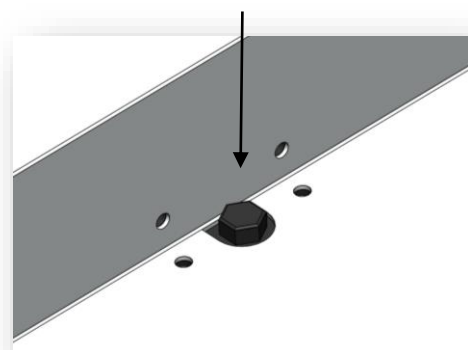

Рис.3
7. Отрегулировать резиновые упоры (вывернуть или завернуть рукой) таким образом, чтобы они упирались в закрытый задний борт грузового отсека. Ввернуть болты-ограничители. (рис.3). Закрыть задний борт. **ВНИМАНИЕ!** Запрещена эксплуатация платформы с открытым задним бортом!